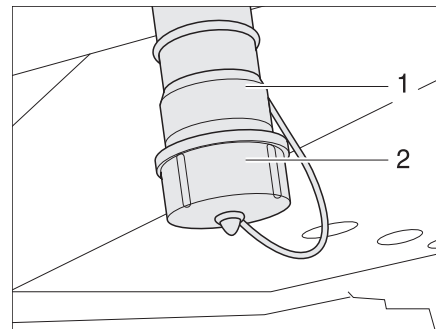

Fig. 243 Raccordo di scarico delle acque grigie
Sul raccordo di scarico delle acque grigie (Fig. 243,3) è possibile collegare una tubatura flessibile.
- Sbloccare il coperchio di copertura (Fig. 243,4) sul raccordo di scarico delle acque grigie (Fig. 243,3) ruotandolo in senso orario di un quarto di giro e rimuoverlo.